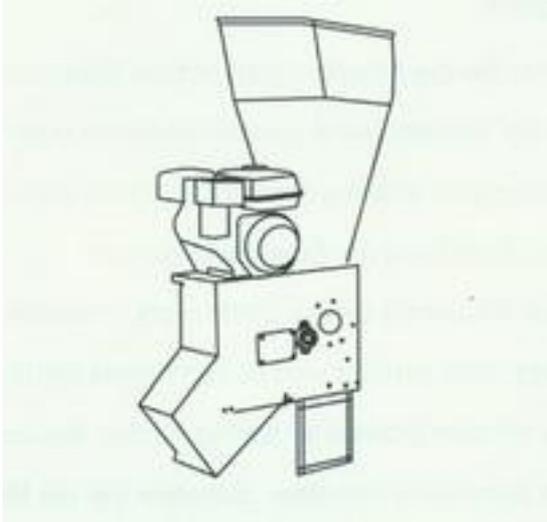

Bild 1
1. Nehmen Sie die Maschine aus der Kiste und stellen Sie die Maschine Auf ein Holzbrett. Siehe Bild 1.